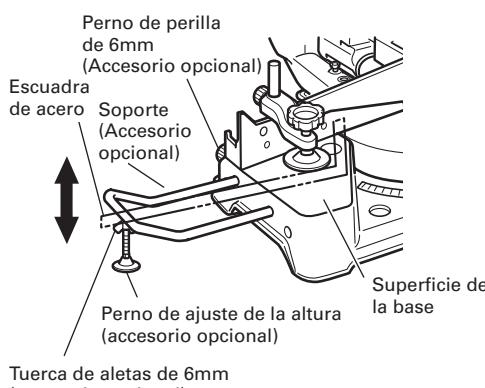

Fig. 13
- (1) Como se indica en la Fig. 13, utilice una escuadra de acero para alinear el borde superior de los soportes con la superficie de la base.